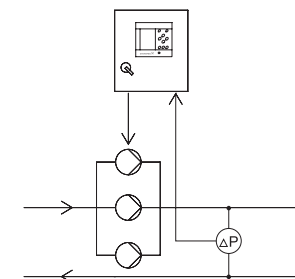

Рис. 22 Перепад давления
- Перепад давления, см. рис. 22.